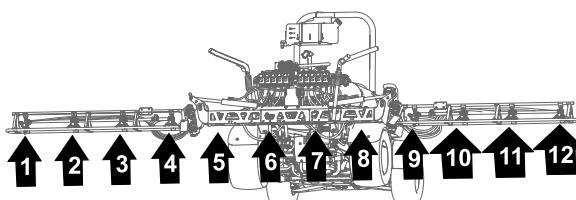
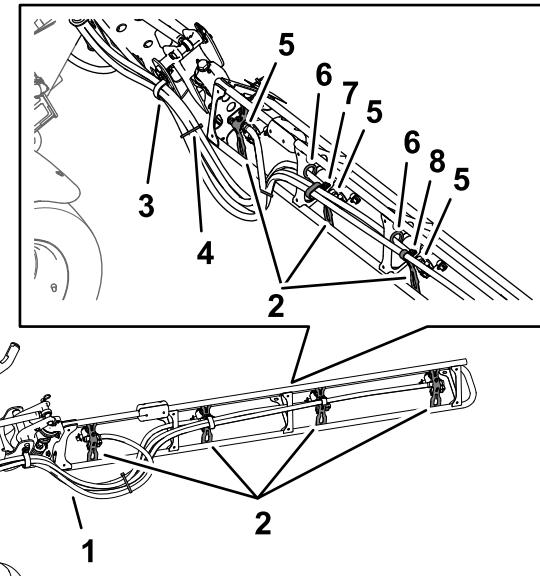

Figura 127
Figura 128
- Passe os tubos para os bicos do pulverizador 1, 2, 3 e 4 através do grampo em R na extremidade do lado exterior esquerdo da secção de pulverização central (Figura 127 e Figura 128).
- Passe os tubos para os bicos do pulverizador 7, 8, 9 e 10 através do grampo em R na extremidade do lado exterior direito da secção de pulverização central (Figura 127 e Figura 128).
- Passe os tubos de alimentação com 279 cm e as hastas do tubo estriado (3/4 pol.) pela secção de pulverização para os bicos do pulverizador 1 e 10, como se mostra na Figura 127 e Figura 128.
- Passe os tubos de alimentação com 234 cm e as hastes do tubo estriado (3/4 pol.) pela secção de pulverização para os bicos do pulverizador 2 e 9, ao longo da secção de pulverização, como se mostra na Figura 127 e Figura 128.
- Passe os tubos de alimentação com 188 cm e as hastes do tubo estriado (3/4 pol.) pela secção de pulverização para os bicos do pulverizador 3 e 8, como se mostra na Figura 127 e Figura 128.
- Passe os tubos de alimentação com 188 cm e as hastes do tubo estriado (3/4 pol.) pela secção de pulverização para os bicos do pulverizador 4 e 7, como se mostra na Figura 127 e Figura 128.
- Junte os quatro tubos para os bicos do pulverizador com uma braçadeira de cabos, como se mostra na Figura 128.